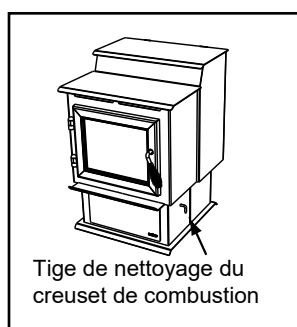
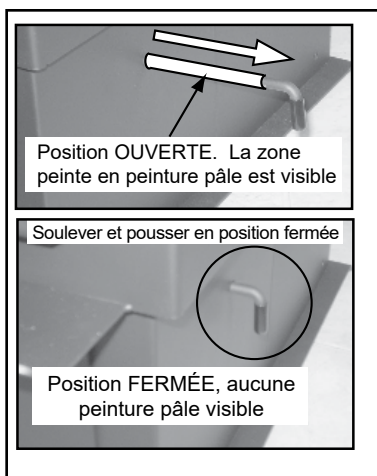

Figure 14.1
Figure 14.2
- b. Localisez la tige de nettoyage du creuset de combustion du côté droit de l'appareil. **Figure 14.1.** Lorsque vous tirez sur la tige de nettoyage directement vers vous, elle ouvrira par glissement le fond du creuset de combustion pour laisser tomber les cendres accumulées dans le tiroir à cendres. Vous verrez la zone de la tige de nettoyage peinte de couleur pâle, vous permettant de savoir si la tige est en position OUVRETE. **Figure 14.2.**
- d. Pour fermer le fond du creuset de combustion : **soulevez légèrement la tige de nettoyage** et poussez-le en place. Si vous avez fermé correctement la tige de nettoyage (poussée entièrement au fond) vous ne verrez aucune des zones de couleurs peintes en pâles. **Figure 14.2.**